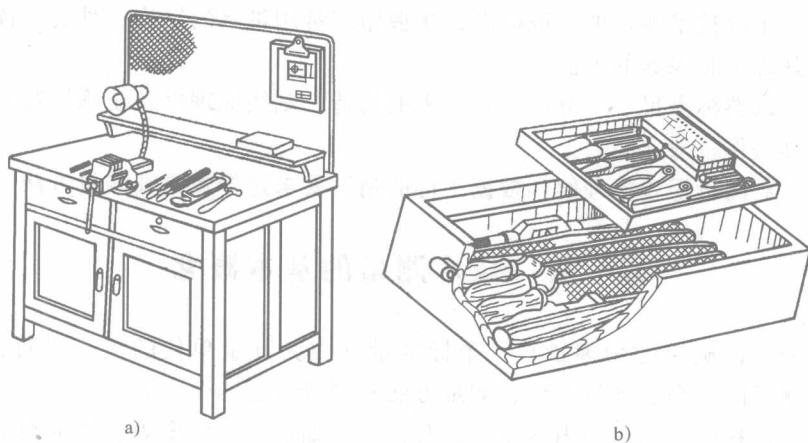

图 1-5 钳工的工具、量具的布置
9) 工、夹、量具应分类摆放整齐,常用的放在工作位置附近,注意不要伸出钳桌的边缘之外。精密量具要轻取轻放。工、夹、量具在工具箱内应有固定位置,排列应整齐,如图 1-5 所示。